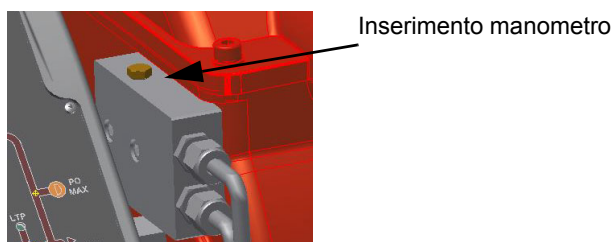

Fig. 11
- (RD) I Alta fiamma
- (BU) II Sosta
- (OG) III Bassa fiamma gas
- (YE) IV Bassa fiamma olio
- (BK) V Accensione olio
- (GN) VI Accensione gas
- 9 La pressione di alimentazione ugello è già pre-tarata in fabbrica e non deve essere cambiata. Solo se necessario, regolare la pressione di alimentazione (vedi relativo paragrafo) nel modo seguente: inserire un manometro nella posizione indicata in Fig. 11 agire sulla vite di regolazione **VR** della pompa (vedi) fino ad ottenere una pressione all'ugello pari a 20 bar (ugelli Monarch o ugelli Bergamo - vedere grafici a pag. 37);